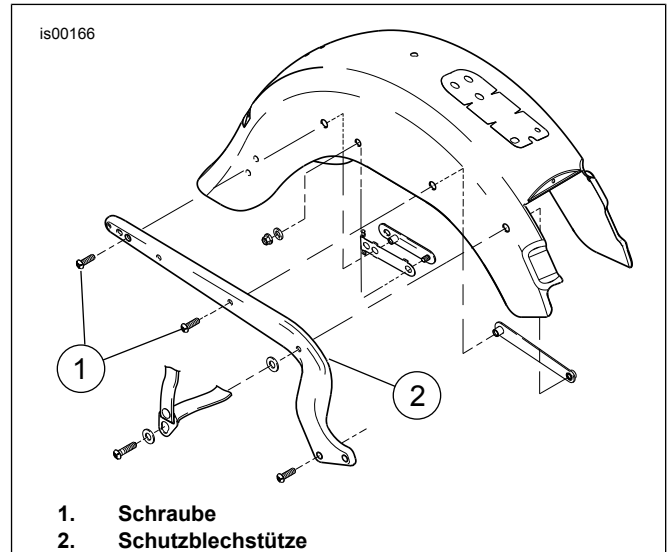
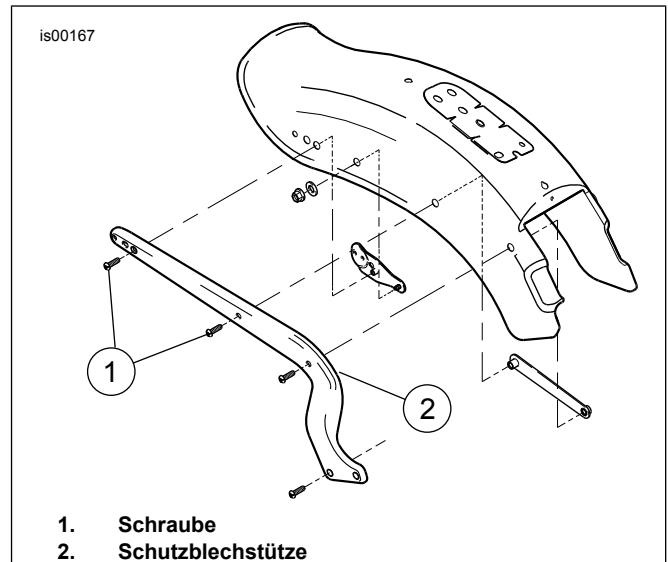

Abbildung 3. Schutzblechstützen-Befestigungsteile (2006 FLSTF dargestellt)
Abbildung 4. Schutzblechstützen-Befestigungsteile (2006 FXST/S/B dargestellt)
1. Siehe Abbildung 3 und Abbildung 4. Die Originalschrauben (1) von der Schutzblechstütze (2) entfernen und entsorgen.